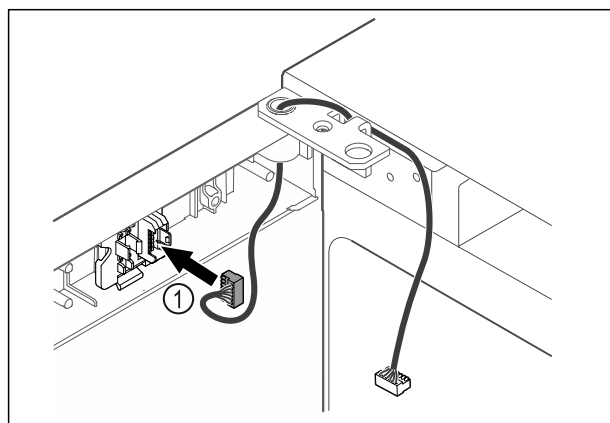

Fig. 41
- ▶ Utaknite utikač Fig. 41 (1) u držač utikača.